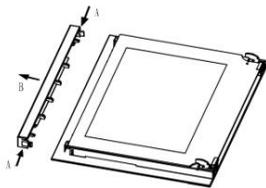

Fig.1
1. Tekan tombol / kancing pada sisi kiri atau kanan pintu, lepaskan rail atas (Fig.1)